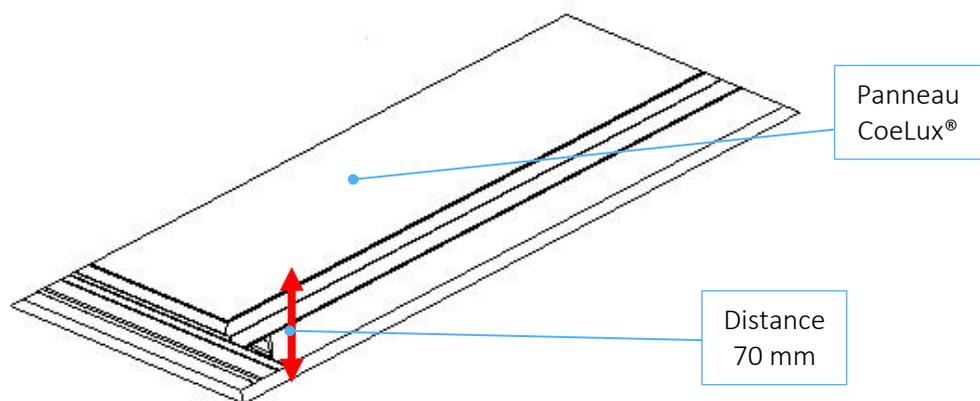

Fig. 15 *Fixation au plafond structurel: passage D.*
- D. Procéder ensuite à la réalisation du faux plafond de façon que sa surface inférieure se trouve à 70mm du panneau CoeLux®, comme indiqué sur la Figure 15 (pour les installations avec *louvre IBLA*, cette distance peut varier). Les dimensions de l'ouverture dans le faux plafond sur lequel sera centrée la fenêtre doivent être de 552x322 mm (563x333 mm pour le *louvre IBLA*). Prévoir une trappe d'accès pour pouvoir effectuer les opérations de maintenance et procéder au démontage du système (solution conseillée : trappe de 800x800 mm avec fenêtre centrale et centrée sur le système).